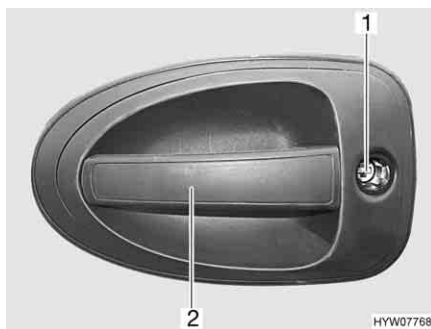

Fig. 46 Serratura della porta conducente, lato esterno
- Inserire la chiave nel cilindro della serratura (Fig. 46,1) e ruotare fino a quando la serratura della porta si sblocca.
- Tirare la maniglia della porta (Fig. 46,2). La porta è aperta.
- Inserire la chiave nel cilindro della serratura (Fig. 46,1) e ruotare fino a quando la serratura della porta si blocca.